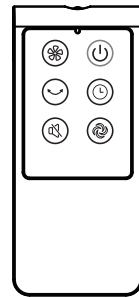

Figura 10
### I. Control remoto (Figura 10)
- (1) Deslice la tapa del compartimento de pilas para abrir.
- (2) Inserte las pilas, asegurándose de hacerlo como lo muestra la Figura 10.
- (3) Vuelva a cerrar la tapa.